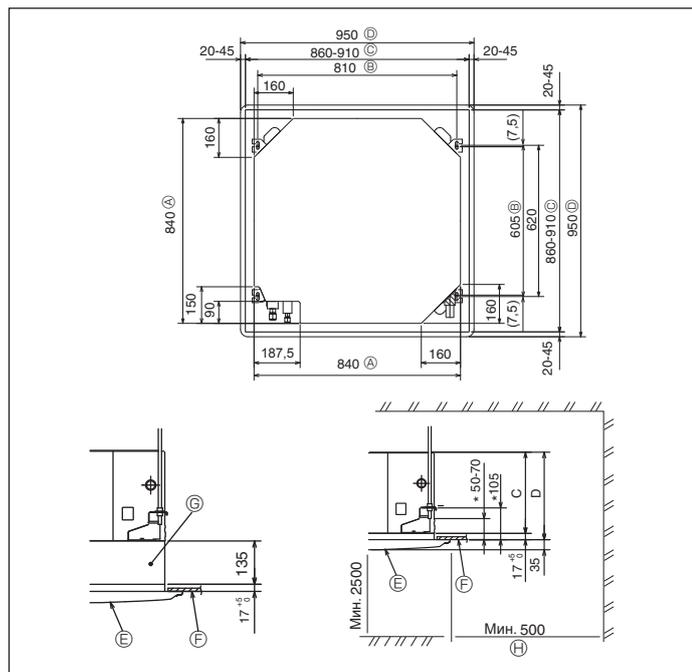

Fig. 3-2
①	Установочный шаблон	1
②	Прокладка (с изоляцией)	4
②	Прокладка (без изоляции)	4
③	Изоляция для труб (для соединения труб хладагента) малого диаметра	1
③	Изоляция для труб (для соединения труб хладагента) большого диаметра	1
④	Лента	8
⑤	Винт с прокладкой (M5 × 25) для установки решетки	4
⑥	Соединительная муфта для дренажа	1
⑦	Изоляция	1
⑧	Гайка раструбного стыка 1/4F(P60)	1
3.2. Расположение отверстия в потолке и навесных болтов (Fig. 3-2)
* Размер потолочного отверстия можно регулировать в пределах, указанных на Fig. 3-2, таким образом, чтобы отцентровать главный прибор в потолочном отверстии, обеспечив одинаковые зазоры по всем соответствующим противоположным сторонам.